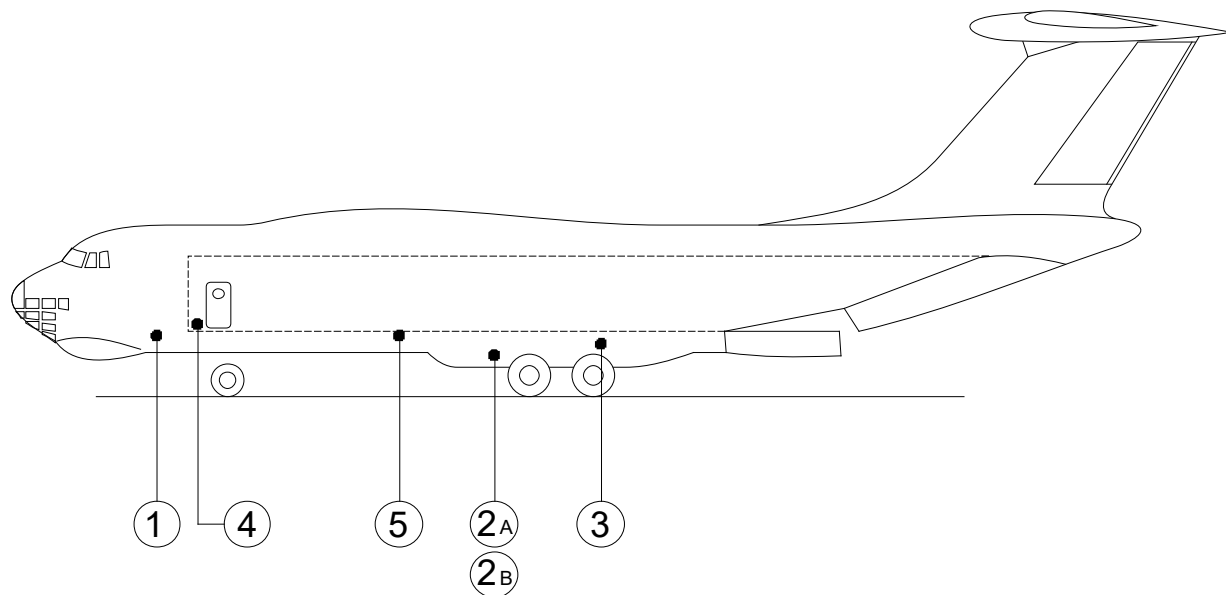

Рисунок 12. Размещение точек подключения систем наземного обслуживания Ил-76ТД-90ВД
- Рисунок 12. Размещение точек подключения систем наземного обслуживания Ил-76ТД-90ВД;